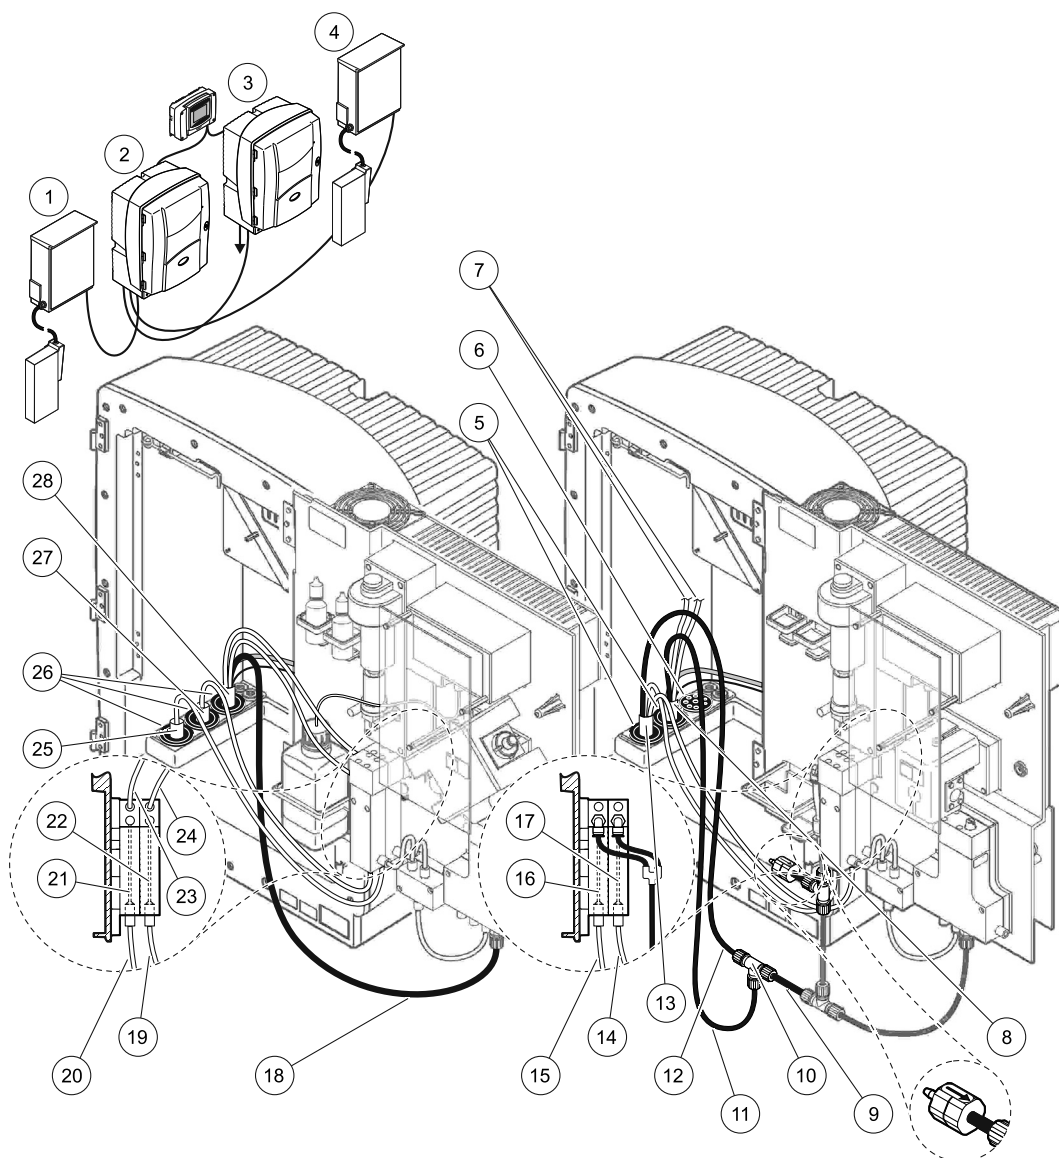

Figure 34 Configuration d'option 6
Voir Figure 34 à la page 95 et les instructions ci-dessous pour l'option 6:
- a. Faites passer le tuyau chauffé du FILTRAX 1 par l'analyseur (Figure 34 à la page 95, élément 25). Utilisez le bouchon d'obturation No. 1 pour fixer le tout.